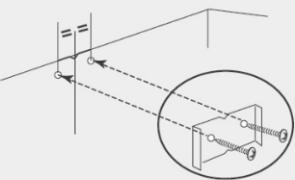

Рис.6
- Закрепите на стене 2 шурупами металлическое крепление трубы у потолка (**рис.6**).